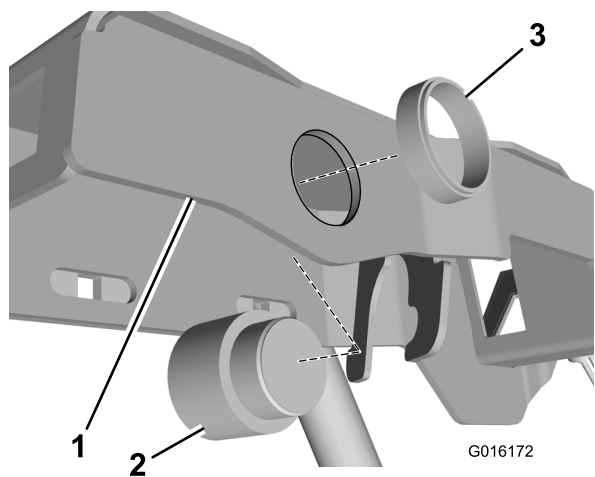

図 2
6. 音声アラームをコンソールアームのフレームに取り付ける 図 2。